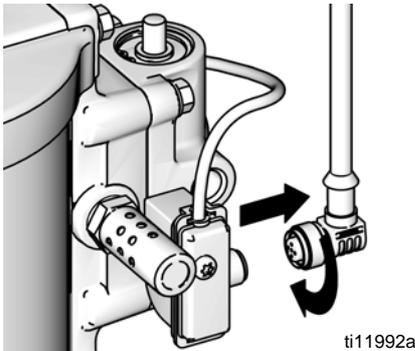

FIG. 11. Desconexión de DataTrak
- Desenrosque el cable de la parte trasera del conjunto de interruptor de láminas. Consulte la FIG. 11.